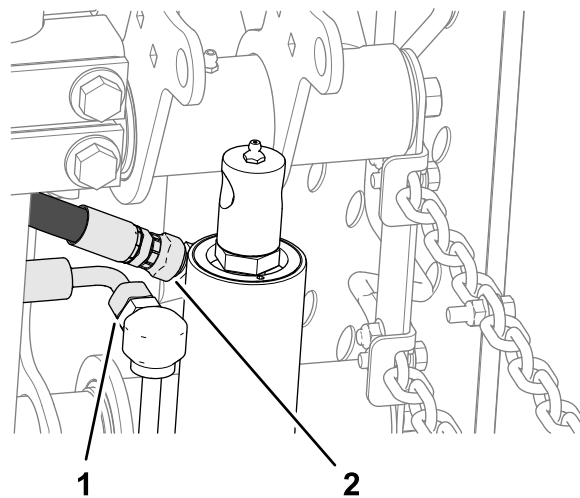

Bild 14
2. Lösen Sie am Hubzylinder das gerade Schwenk-Anschlussstück des Rücklaufschauchs und das 90° Schwenk-Anschlussstück des Hubschlauchs (Bild 14).